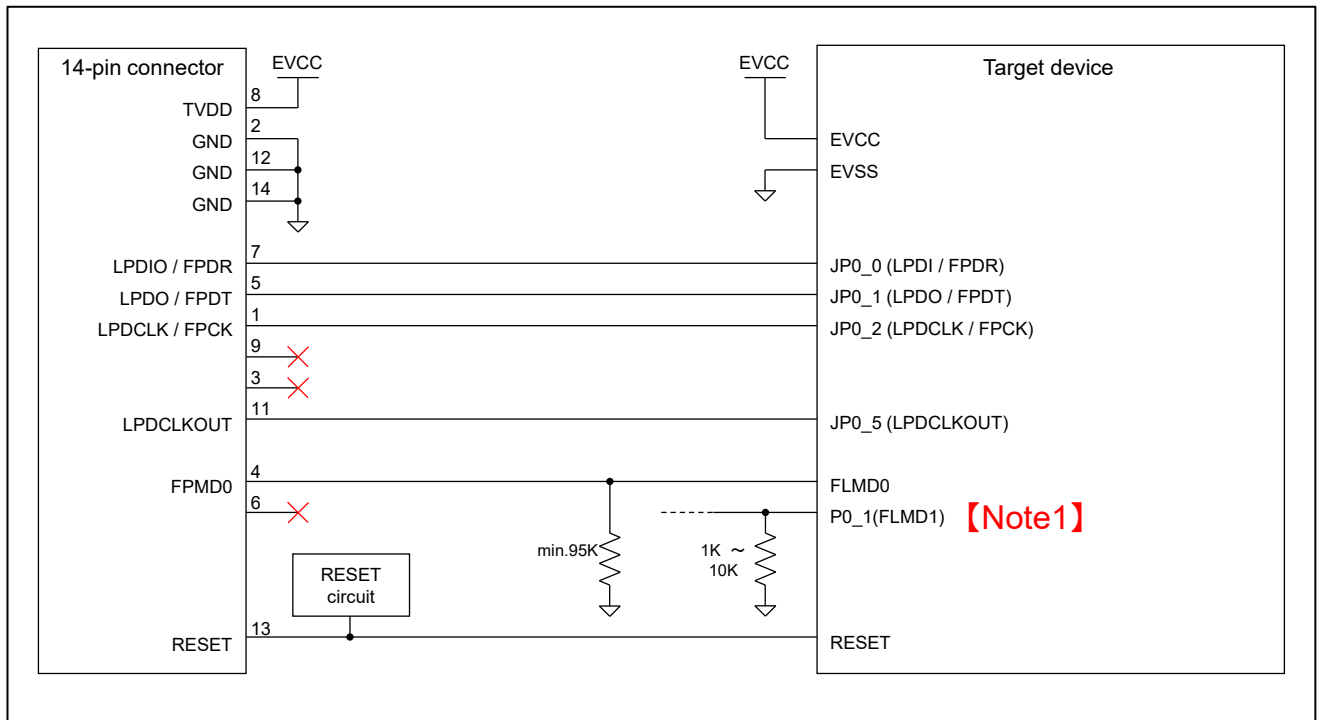

図 2-4 接続例
デバッグ (LPD4pin) とプログラミング (1wireUART または 2wireUART) の両方	図 2-4
- 【Note2】JP0_0のプルアップ処理は、LPD1pinを使用する際にのみ必要です。LPD1pinを使用する予定がない場合は、図 2-4に従ってください。
(3) デバッグ (LPD1pin) とプログラミング (1wireUART) の両方が可能な接続方法